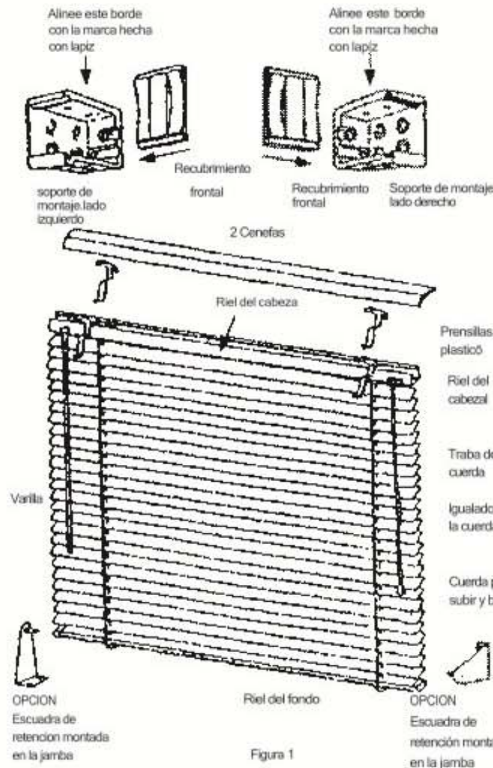

Figura 1
2. Con la persiana completamente extendida (Figura 1) sosténgala contra la pared en la posición en la que será suspendida. Cerciórese de que la persiana esta centrada hacia la derecha y hacia la izquierda y que se ha corregido la altura. Cerciórese de que la persiana esta nivelada. Haga una marca con un lápiz pasando por 1/4 de pulgada mas alla de cada extremo del riel del cabezal. Ahora coloque los soportes de montaje en posición nivelada sobre las marcas hechas con lápiz y con el agujero grande apuntando hacia el piso (Figura 2). Fije los soportes con los tornillos.